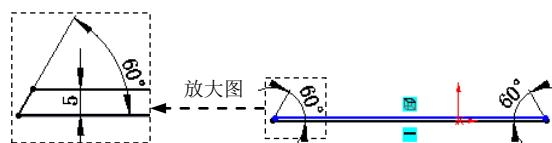

图 17.10.52 横断面草图
(3) 定义法兰参数。在 **角度(G)** 区域的 文本框中输入角度值 90.0。在“边线法兰”对话框 **法兰长度(L)** 区域的下拉列表中选择 **给定深度** 选项, 输入深度值 15.0。在此区域中单击“内部虚拟交点”按钮 。在 **法兰位置(N)** 区域中单击“材料在内”按钮 .
(4) 单击 按钮, 完成边线一法兰 1 的初步创建。
(5) 编辑边线一法兰 1 的草图。在设计树的 **边线一法兰1** 上右击, 在系统弹出的快捷菜单中单击 命令, 系统进入草图环境。绘制图 17.10.52 所示的横断面草图。退出草图环境, 此时系统自动完成边线一法兰 1 的创建。